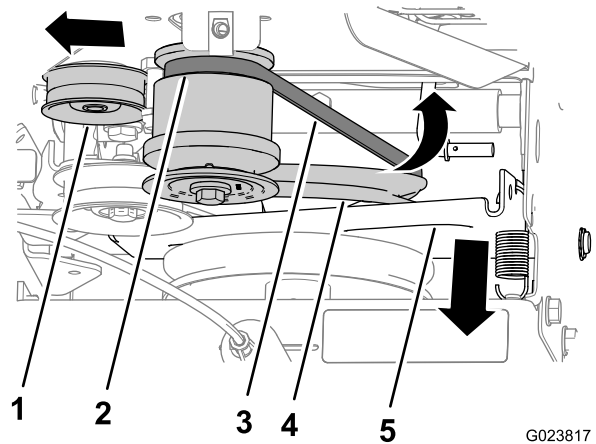

Figura 41
- Gire el soporte del control de tracción y la polea de tracción hacia adelante (Figura 41).
- Tire hacia fuera de la polea tensora (Figura 41).
- Retire la correa de la ranura trasera de la polea del motor y retire la correa de la máquina (Figura 41).
2. Coloque la correa en la ranura de la polea de tracción (Figura 41).
3. Tire hacia fuera de la polea tensora (Figura 41).
4. Coloque la correa en la ranura trasera de la polea del motor (Figura 41).